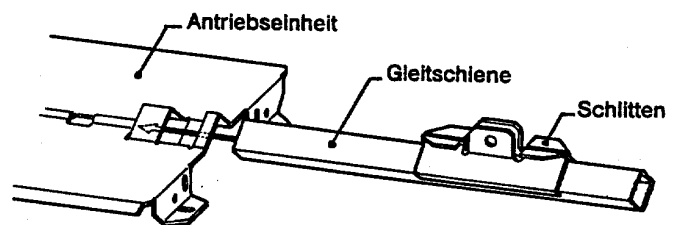

Bild 8
5.4.) Gleitschiene mit aufgeschobenen Schlitten in Antriebseinheit stecken (Bild 8).